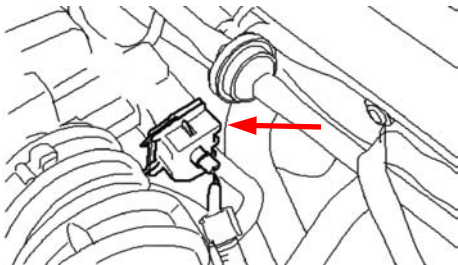

Fig. 1
- Desenchufar del sensor el conector (v. fig. 1).